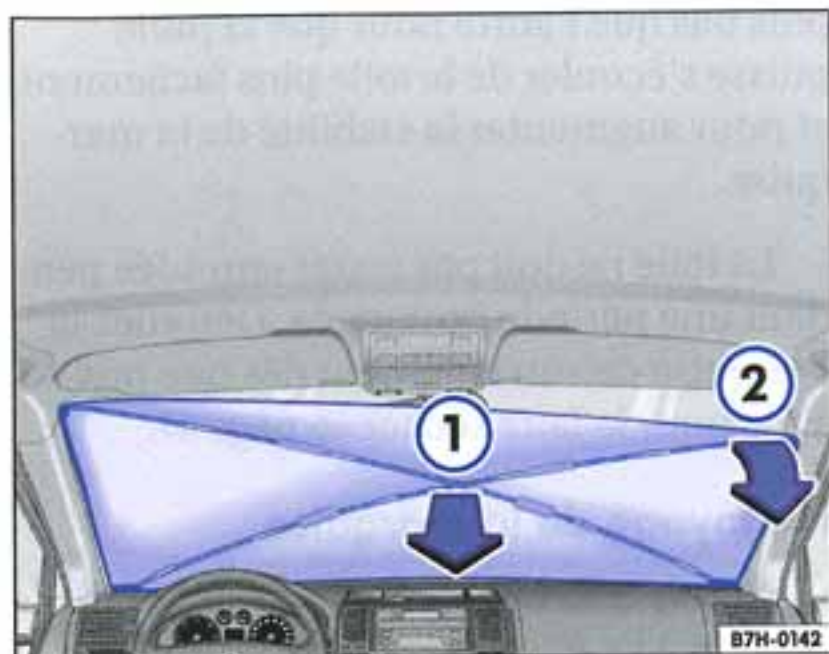

Fig. 32 Retrait de l'occultation pour pare-brise
- Pliez les baguettes en fibre de verre quelque peu en arrière ⇒ fig. 32 ①.
- Tirez ensuite l'occultation du côté droit d'env. 15 cm en arrière et retirez l'occultation ②.